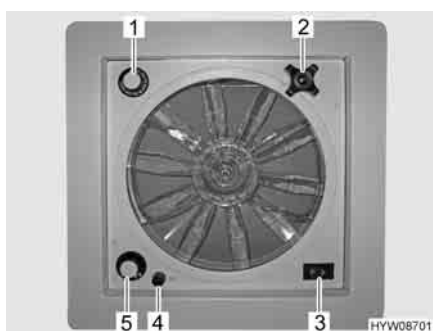

Fig. 73 Oblò con ventilatore
- ▷ Un fusibile da 4 A (Fig. 73,4) protegge da sovraccarico il motore del ventilatore. Se si verifica un sovraccarico: Individuare per prima cosa la causa (ad es. il ventilatore è sporco), poi sostituire il fusibile.
Apertura oblò: ■ Ruotare la maniglia girevole (Fig. 73,2), finché non si raggiunge l'angolo di apertura desiderato.
Aerazione/sfiato: ■ Portare l'interruttore a levetta (Fig. 73,3) su "Aerazione" (flusso d'aria dall'esterno verso l'interno) o "Sfiato" (flusso d'aria dall'interno verso l'esterno).
Spegnimento del ventilatore: ■ Portare l'interruttore a levetta (Fig. 73,3) sulla posizione centrale.
Impostazione della velocità del ventilatore: ■ Posizionare l'interruttore girevole (Fig. 73,5) sul grado desiderato:
Impostazione della temperatura: ■ Ruotare il termostato (Fig. 73,1) fino alla battuta in direzione "blu".